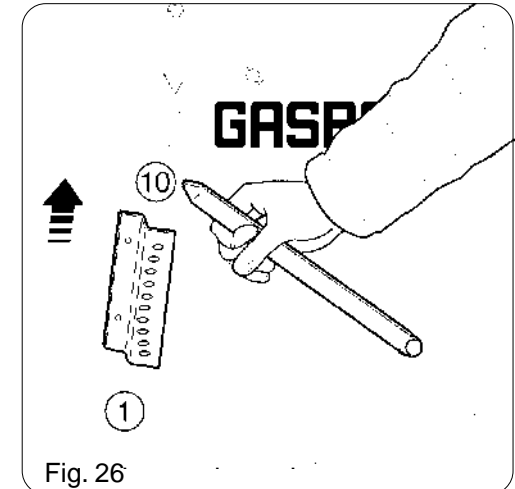

Fig. 26
- Per grandi quantità è consigliabile utilizzare la manovella sul cambio per ruotare l'asse agitatore, controllando così la quantità in scarico sulle vaschette; per le piccole quantità da scaricare, spostare la leva del dosatore oltre la posizione 10 (Fig. 26).
- For large quantities, it is advisable to use the crank on the gear shift to rotate the agitator axis to better control seed flow into the bins. To empty small amounts of seed, shift the doser lever beyond position 10 (Fig. 26).
- Bei größeren Mengen wird empfohlen, die Kurbel am Getriebe zu verwenden, um die Rührwellenachse zu drehen und um somit die in die Sammelbehälter abgegebene Menge zu kontrollieren. Bei kleineren abzulassenden Mengen ist der Dosiererhebel über die Position 10 hinaus zu verschieben (Abb. 26).
- Pour de grandes quantités, il est conseillé d'employer la manivelle sur la boîte à vitesses afin de faire tourner l'axe agitateur et de contrôler ainsi la quantité en décharge dans les bacs à semences; pour le déchargement de petites quantités, déplacer le levier du doseur au-delà de la position 10 (Fig. 26).
- Para grandes cantidades se aconseja utilizar la manivela colocada sobre el cambio para girar el eje agitador, se controla así la cantidad que se está descargando en las cubetas; si se deben descargar pequeñas cantidades, mover la palanca del dosificador en una posición que sea superior a 10 (Fig.26).